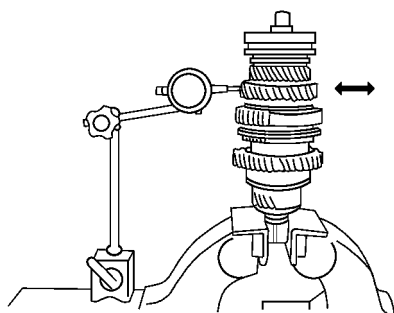

图 10-11 用千分表测量
- (2) 测量每个齿轮的油隙。使用千分表进行测量，如图 10-11 所示。